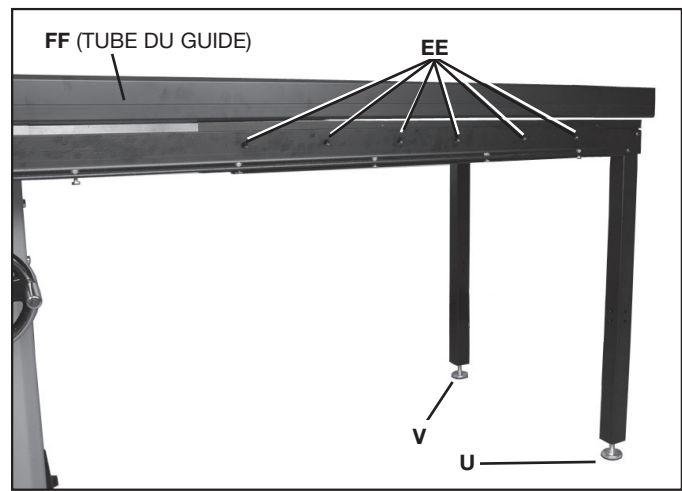

FIG. 13
1. Placer le pied de nivellement (U) fig. 13 à l'avant de la scie jusqu'à ce que les trous (non visibles) dans la rallonge de table s'alignent sur les trous (EE) dans la barre de guidage avant. (**REMARQUE :** c'est la version de 1,3 m (52 po) qui est illustrée dans la figure 13.)
REMARQUE : placer le tube du guide (FF) en travers de la table de la scie et sur la rallonge de table comme l'illustre la fig. 13. S'il y a un écart (comme dans l'illustration), il faut ajuster le pied de nivellement (DD) pour monter un peu la table.
2. Insérer une vis à tête plate de 1/4-20 x 19 mm (3/4 po) dans un trou (EE) fig. 13 sur la barre de guidage avant. Enfiler un écrou à embase cannelé de 1/4-20 sur la vis par le dessous de la rallonge de table.
3. Répéter cette démarche avec les trous restants (EE) fig. 13 dans la barre de guidage avant.
REMARQUE : au lieu du pied de nivellement (U) Fig. 13, mettre le pied de nivellement (V) en place juste avant d'installer les attaches de la barre de guidage arrière.